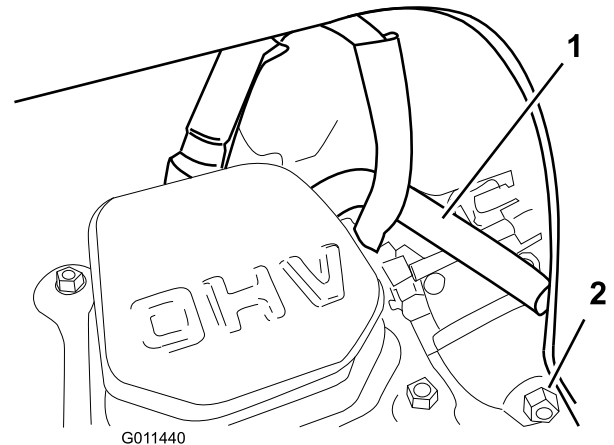

**Figure 32**
11. Réglez l'écartement des électrodes à 0,76 mm (0,030 po) (Figure 32).